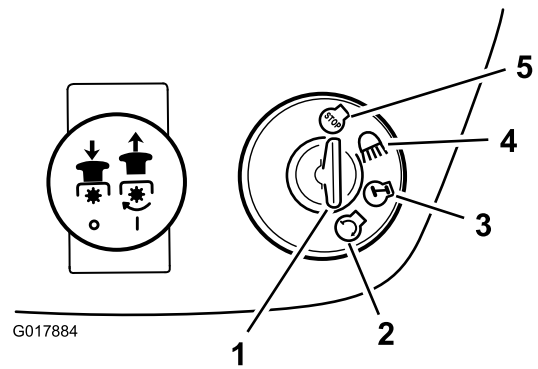

Bild 10
7. Drehen Sie den Zündschlüssel nach rechts und halten ihn auf Start (Bild 10).